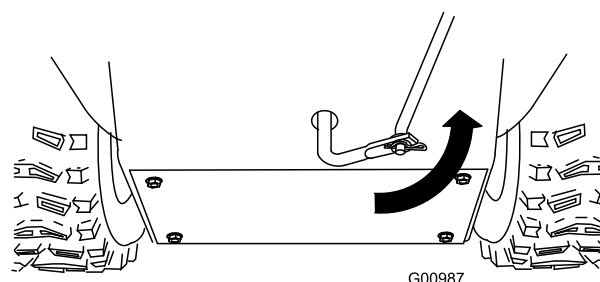

**Figura 11**
3. Retire o contrapino e a anilha externa do eixo na extremidade superior da barra de controlo de velocidade (Figura 11).
**Nota:** Para facilitar a instalação, deixe a anilha plana no eixo (Figura 11).
6. Eleve a barra de controlo de velocidade e insira o eixo no furo na alavanca do selector de velocidade (Figura 11).